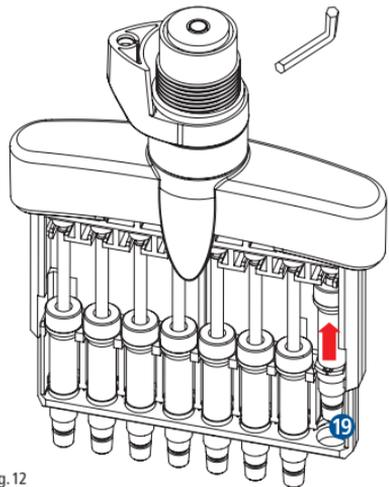
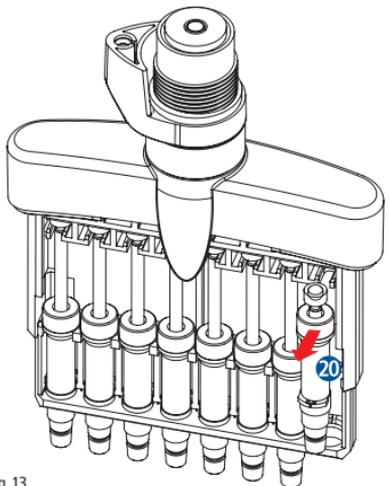

Fig. 12
Fig. 13
- Le cylindre du piston 19 est repoussé vers le haut (Fig. 12), vous pouvez alors facilement retirer l'ensemble de piston complet 20 (Fig. 13) par l'avant et nettoyer sa surface extérieure à l'aide d'une solution désinfectante à base d'alcool. Regraissez le piston avec la graisse pour pistons USA Scientific d'origine (voir section 8 Codes de commande).